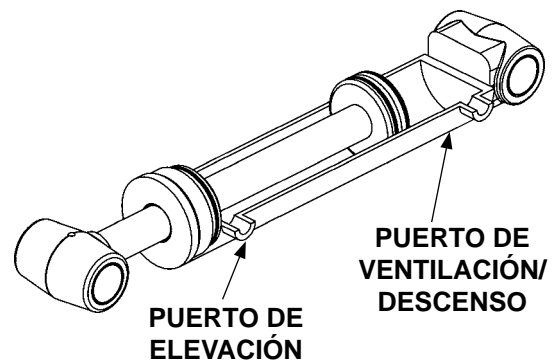

FIG. 35-1
4. Inspeccione el cilindro hidráulico. Con la plataforma sobre el suelo, retire el tapón (con respiradero) o línea de ventilación del puerto de ventilación/descenso del cilindro (**FIG. 35-1**). Eleve la plataforma hasta nivel de cama. Deje accionado el motor dos segundos más mientras inspecciona el puerto de ventilación/descenso en busca de fluido hidráulico; es normal que salgan unas cuantas gotas, pero si es un flujo constante significa que los sellos del pistón están desgastados. De ser así, reemplace los sellos.